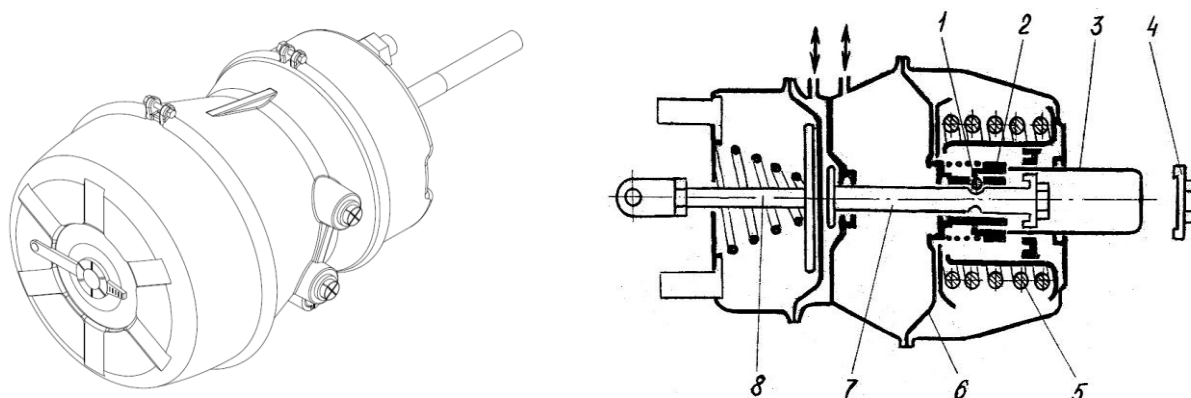

Рис. 2.16 – Тормозная камера с энергоаккумулятором
Тормозная камера с пружинным энергоаккумулятором (рис. 2.16) предназначена для приведения в действие тормозных механизмов второй и третьей осей (для типа 928010) или второй, третьей и четвертой осей (для типа 928111) при включении рабочего и стояночного тормозов. Состоит из двух основных частей - силовой части (тормозной камеры) и пружинного энергоаккумулятора. Силовая часть работает независимо от пружинного энергоаккумулятора.
Пружинный энергоаккумулятор состоит из шарика (1), втулки (2), ключа для растормаживания (3), колпачка (4), пружины энергоаккумулятора (5), диафрагмы (6), штока энергоаккумулятора (7), штока силовой части (8) (см. рис. 2.16).
На рис. 2.16 изображена тормозная камера в положении готовности к движению: кран стояночного тормоза включен, энергоаккумулятор под давлением сжатого воздуха, пружина энергоаккумулятора (5) сжата, шток (7) и силовая часть камеры в исходном положении.